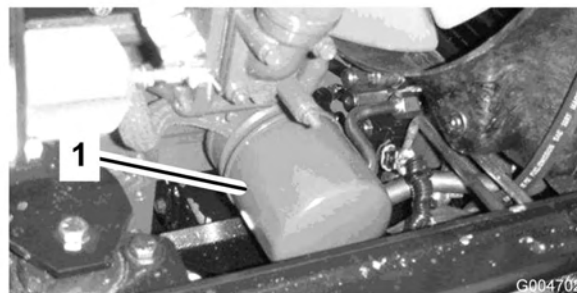

Figura 50
2. Togliete il filtro dell'olio (Figura 50). Applicare un velo di olio pulito sulla tenuta del nuovo filtro prima di avvitare. **Non serrate troppo.**